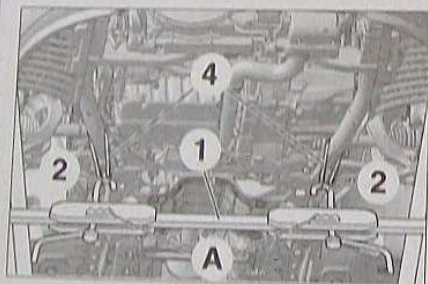

FIG.3
- Engager les sangles (4) équipées de leurs manilles (2) sur les brancards avant (Fig.3).